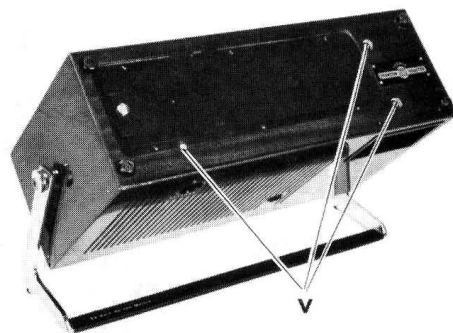

Fig. 2
- Dévisser les trois vis repères (V) (fig. 2) à l'aide d'un tournevis cruciforme.